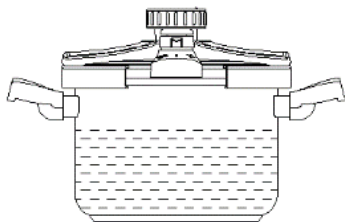

Fig.3
- Moins de 2/3 de la hauteur de la cuisinière pour les aliments non expansifs tels que la viande, les légumes, etc. (Fig. 3)